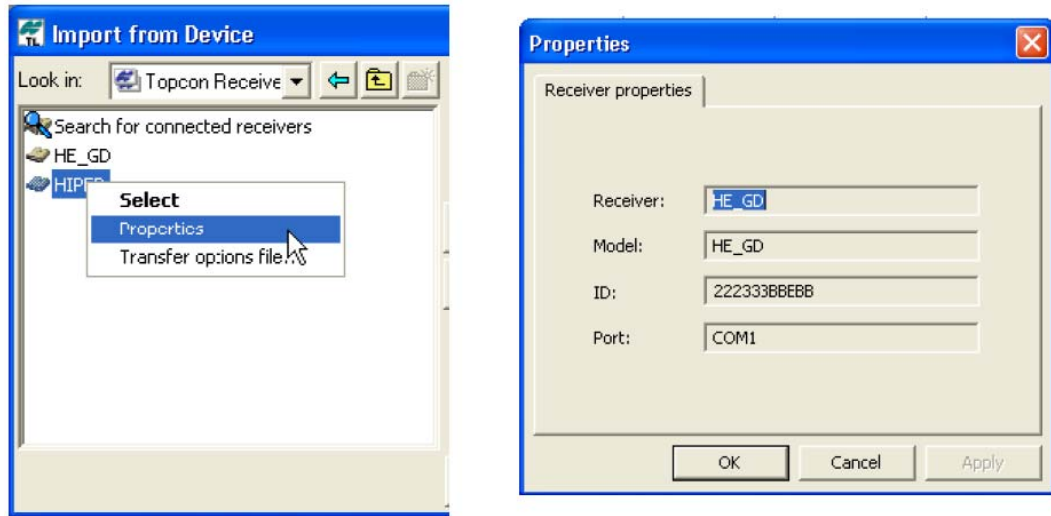

Рисунок 5-7. Свойства приемников
- Для просмотра данных о приемнике щелкните по правой кнопкой мыши на иконке нужного приемника и в выпадающем меню выберите пункт **Properties (Свойства)** (см. рис. 5-7).